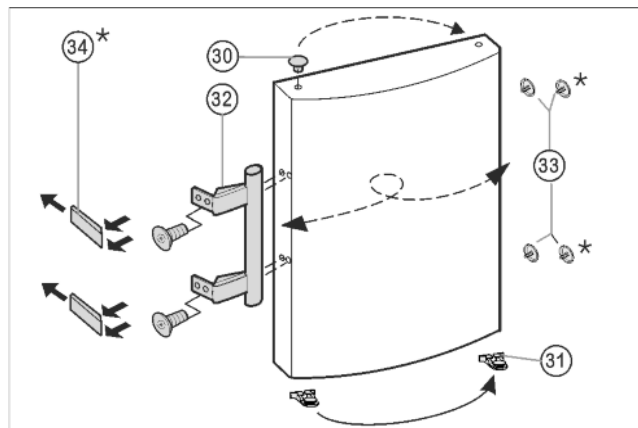

Fig. 7
- ▶ Zátky *Fig. 7 (33)* vyjměte z pouzdra ložisek dvířek a přemístěte je.
- ▶ Madlo dveří *Fig. 7 (32)*, zátky *Fig. 7 (33)* a krycí destičky* *Fig. 7 (34)* odmontujte a přemontujte na protější stranu.